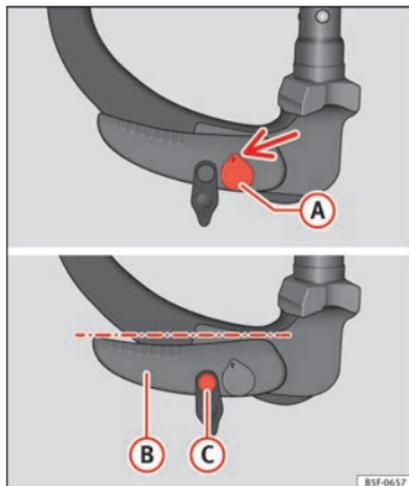

Fig. 228 Position de réserve : position du levier et de la broche de déverrouillage
- La clé ① »» fig. 228 se trouve en position de déverrouillage (la partie trouée de la clé est visible vers le haut).
- Le levier ② »» fig. 228 se trouve en position inférieure.
- Il est possible de déplacer la broche de déverrouillage ③ »» fig. 228.